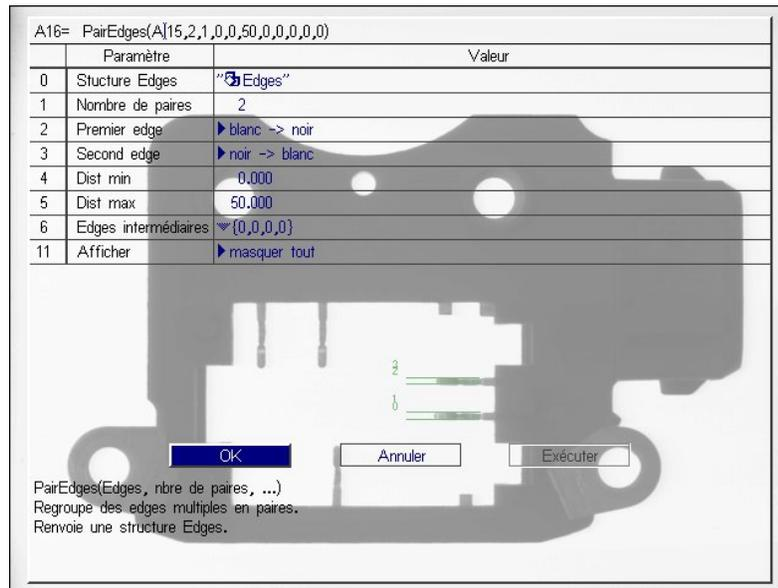

Figure 10-5. Feuille de propriétés PairEdges
4. Dans **Outils de vision**, sélectionnez **PairEdges** dans la sous-catégorie **Edges** pour ouvrir la feuille de propriétés PairEdges (voir Figure 10-5).